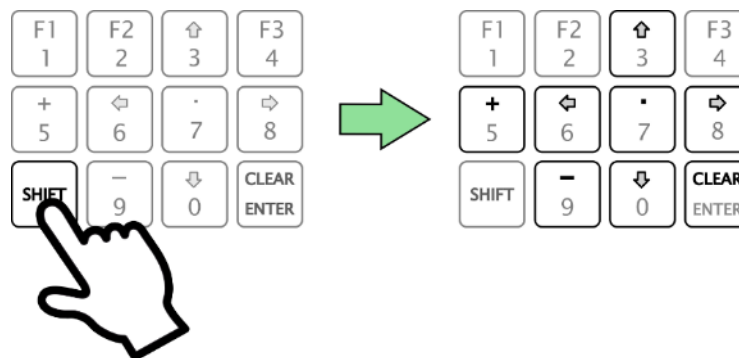

Рисунок 32 – Активация дополнительной клавиатуры
– однократное нажатие «SHIFT» активирует функции дополнительной клавиатуры (см. рисунок 32);